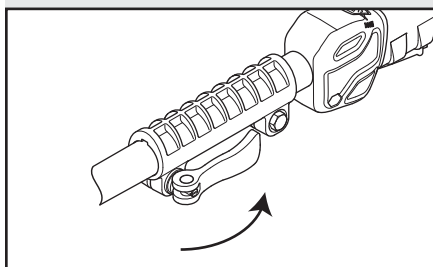

Fig. 2
3. Cuando el mango de la sopladora esté introducido por completo dentro del collar de bloqueo, presione la palanca de bloqueo hacia atrás hacia el collar de bloqueo para ajustar y unir el ensamblaje (Fig. 2).